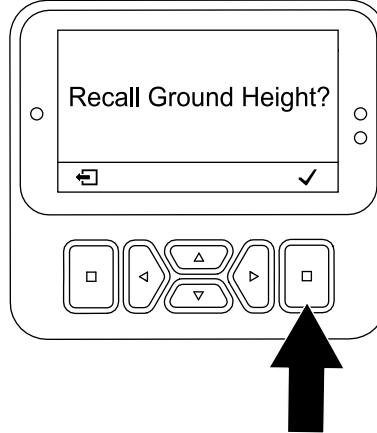

Figura 106
6. En la pantalla Recall Ground Height (Recordar altura con respecto al suelo) (**Figura 106**), pulse el botón de selección.